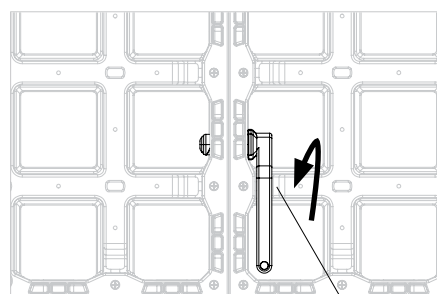

Fig. A3.03c
2. Ruotare la maniglia finché non è perfettamente inserita nell'apposita rientranza del pannello. (Fig. A3.03c + A3.03d)